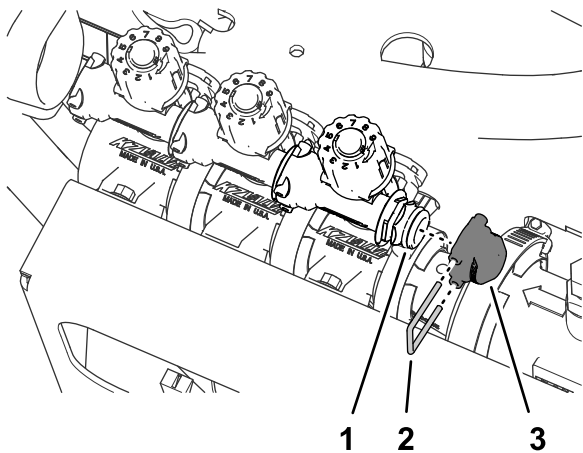

Figura 63
3. Retire o retentor que prende a tampa à união de desligação rápida da válvula de distribuição (Figura 63).